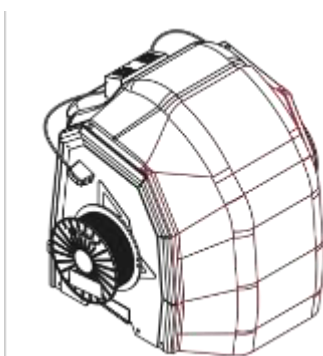

Рис. 72 Установка передней части корпуса
8. Установить переднюю часть корпуса. Передняя часть должна перекрывать верхнюю часть корпуса (рис. 72). Магниты будут удерживать корпус в сборе.